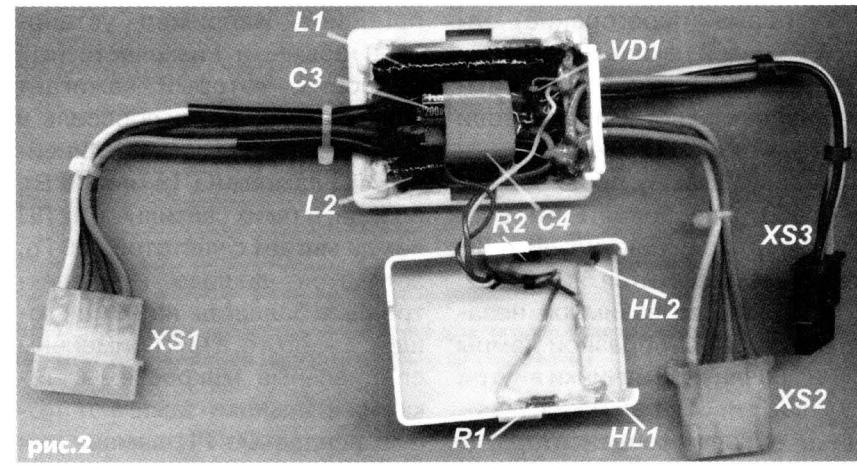
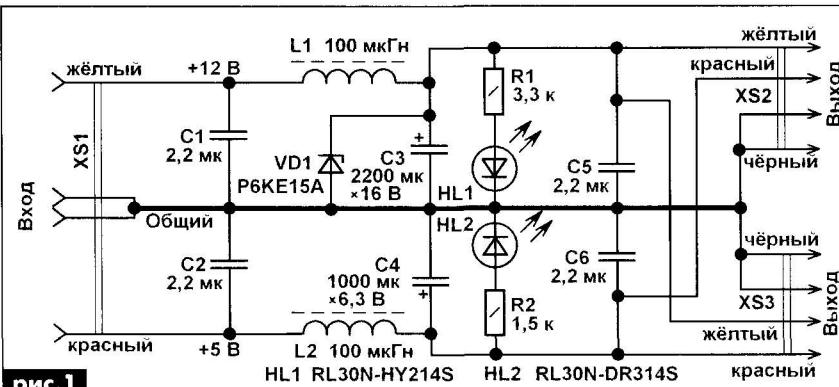

рис.2
рис.1
**Выводы.** Люминесцентные U-образные лампы на 11 Вт, которые изображены на **рис.2, не взаимозаменяемые**, хотя по внешнему виду (размеру) они одинаковые. Главная причина – в различной емкости конденсаторов, устанавливаемых в цоколе между выводами накалов. Из-за этого ЭБ не может войти в резонанс (с дросселем L и конденсатором C5 (**рис.4**)) и получить высокое напряжение на ЛЦ лампе, чтобы зажечь ее. Об этой тонкости не знают и продавцы электромагазинов, недоумевающие: «Почему исправные компактные U-образные ЛЦ лампы, выпущенные одной и той же фирмой, в одних настольных светильниках зажигаются, а в других нет». Поэтому, если вам необходимо заменить ЛЦ лампу в вашем настольном светильнике (при исправном ЭБ), берите свой светильник и идите с ним в электромагазин и подбирайте к нему ЛЦ лампу.
Принципиальная схема одного из множества возможных вариантов такого фильтра показана на рис.1, а фото готового узла – на рис.2. Этот фильтр подключают к блоку питания разъемом фирмы Molex. Нагрузкой может быть, например, жесткий диск, привод для компакт-дисков с разъемами питания Molex или SATA, видеокарта.